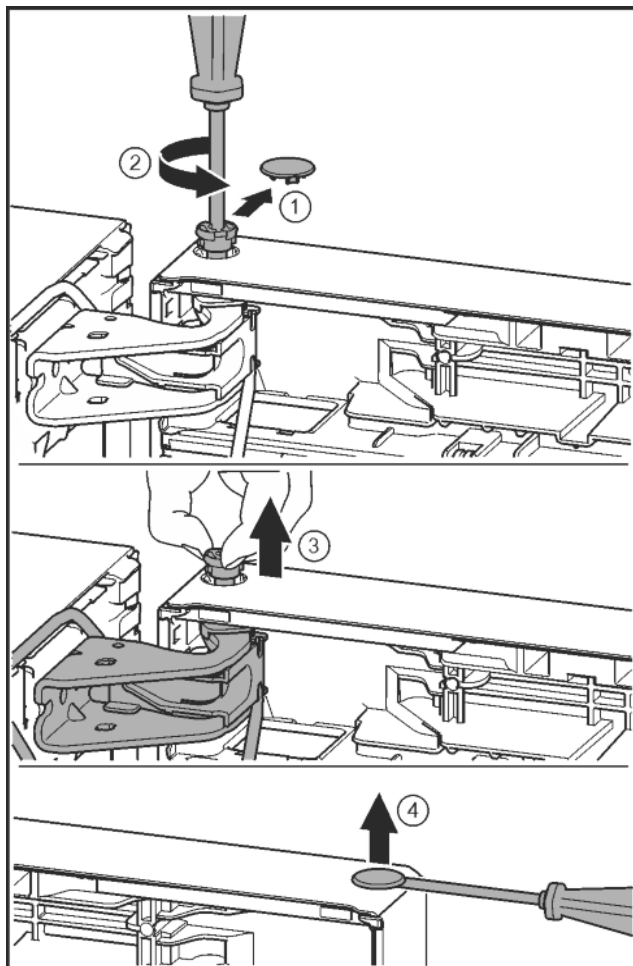

Fig. 22
- ▶ Sicherungsabdeckung vorsichtig abziehen. *Fig. 22 (1)*
- ▶ Bolzen mit Schraubendreher T15 ein Stück herausdrehen. *Fig. 22 (2)*
- ▶ Tür festhalten und Bolzen mit den Fingern herausziehen. *Fig. 22 (3)*
- ▶ Stopfen aus der Tür Lagerbuchse vorsichtig mit einem Schlitzschraubendreher anheben und herausziehen. *Fig. 22 (4)*